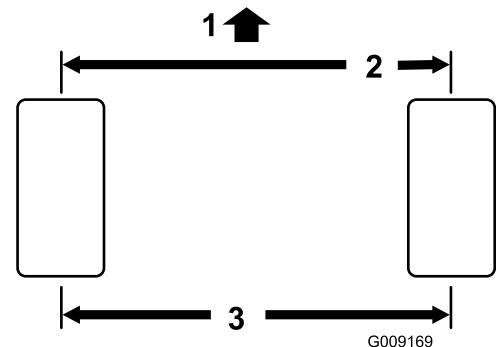

Figura 82
2. Meça a distância de centro a centro (à altura do eixo) na zona dianteira e traseira dos pneus da direção (Figura 82).